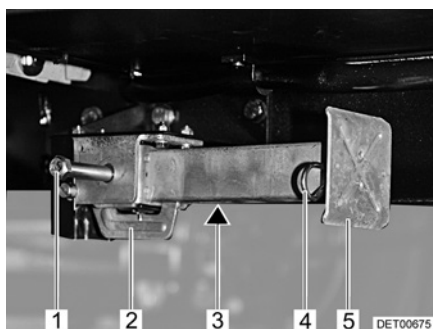

Fig. 15 Vérin stabilisateur
- Placer la clé à pipe sur l'écrou à six pans (Fig. 15,1) et tourner jusqu'à ce que le vérin stabilisateur soit en position verticale vers le bas.
- Lorsque la longueur des vérins stabilisateurs est réglable, faire sortir la goupille (Fig. 15,4) de la rallonge du pied d'appui (Fig. 15,5).
- Placer la clé à pipe sur l'écrou à six pans (Fig. 15,1) et tourner jusqu'à ce que le vérin stabilisateur se dégage du sol.
- Rentrer complètement la rallonge du pied d'appui (Fig. 15,5) et insérer la goupille (Fig. 15,4) dans le trou prévu à cet effet.
- Tourner l'écrou à six pans (Fig. 15,1) jusqu'à ce que les vérins stabilisateurs soient pivotés vers le haut et que la glissière (Fig. 15,2) soit arrivée complètement à l'extrémité de la fente (Fig. 15,3).